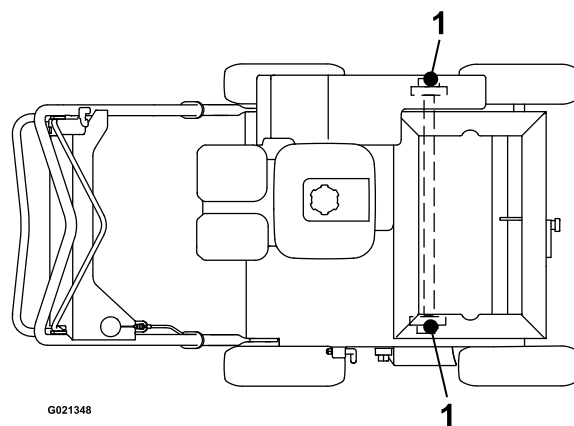

Рисунок 16
3. Заправьте масленки (Рисунок 16) универсальной консистентной смазкой № 2 по классификации NLGI, сделав 1 или 2 качания смазочным шприцем.